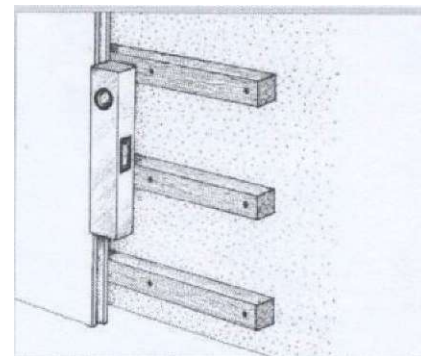

Рис. 6
3.4.4 Монтаж ламинированных *панелей* начинается от угла помещения. Первая *панель* опиливается по высоте (при необходимости), прикладывается к обрешетке и выставляется по уровню, как показано на рис.6. При этом *панель* ориентируется «ребром» к углу с зазором от смежной стены 2 -3 мм.